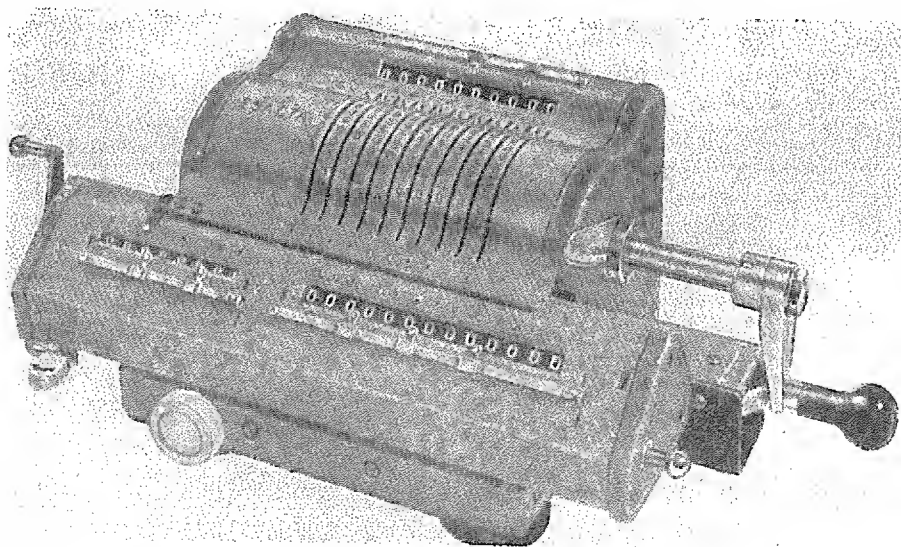

Fig. 49 - CALCOLATRICE A LEVE ESACTA - Modello 1152 con visibilità e reimpostazione automatica del prodotto.
Sono macchine non scriventi, azionate, di solito, per mezzo di una manovella, che presentano la loro caratteristica fondamentale nel dispositivo d'impostazione. Tale dispositivo è rappresentato da un certo numero di leve o cursori che scorrono entro scanalature; lungo queste scanalature sono segnate le cifre da 0 a 9 o da 1 a 9 (alcuni modelli non portano segnato lo zero). Ogni scanalatura rappresenta un ordine decimale: unità, decine, centinaia, ecc. Naturalmente, possono essere fissati degli indici per l'indicazione di cifre decimali. Il numero delle scanalature dà la capacità della macchina. L'insieme delle scanalature può essere paragonato alla tastiera di una macchina a tastiera estesa ed ogni scanalatura ad una colonna della tastiera estesa. Così, ad esempio, una calcolatrice a cursori con 10 scanalature permette l'impostazione di numeri di 10 cifre intere oppure di 8 intere e due decimali (vedi fig. 49) come una tastiera a 10 colonne.
4. modello 1152 con reimpostazione e visibilità (vedi fig. 49).